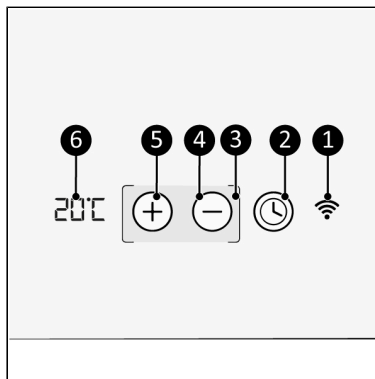

Figure 5.
L'écran LED s'éteint automatiquement après ± 15 secondes. Les crochets restent visibles. Touchez l'appareil entre les crochets (Figure 5, pos. 3) pour l'allumer à nouveau.